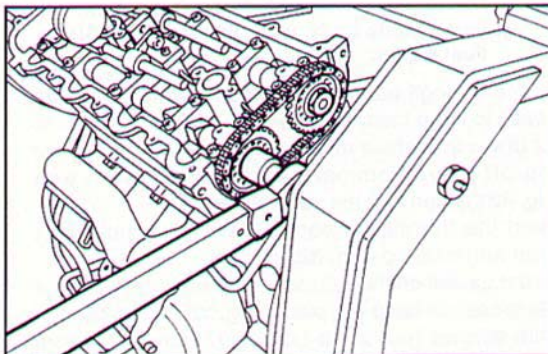

Fig. 318 ▲
- spalmare il sigillante Loctite 971 sui codoli filettati posteriori dei quattro alberi di distribuzione e chiudere i dadi posteriori di fissaggio delle ruote dentate alla coppia di serraggio di 7 kgm (**Fig. 318**).
- apply a little Loctite 971 to the rear threaded shanks of the four camshafts and tighten the nuts of the gear wheels to a torque of 7 kgm (**Fig. 318**).